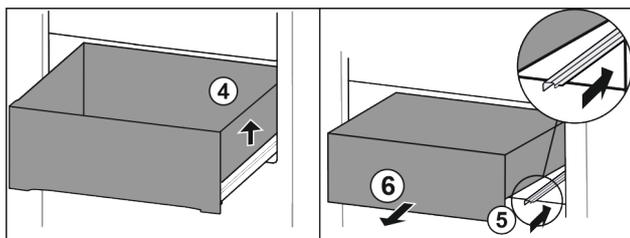

Fig. 90
- ▶ Podignite ladicu desno. Fig. 90 (4)
- ▶ Gurnite desnu vodilicu. Fig. 90 (5)
- ▶ Izvadite ladicu prema naprijed. Fig. 90 (6)